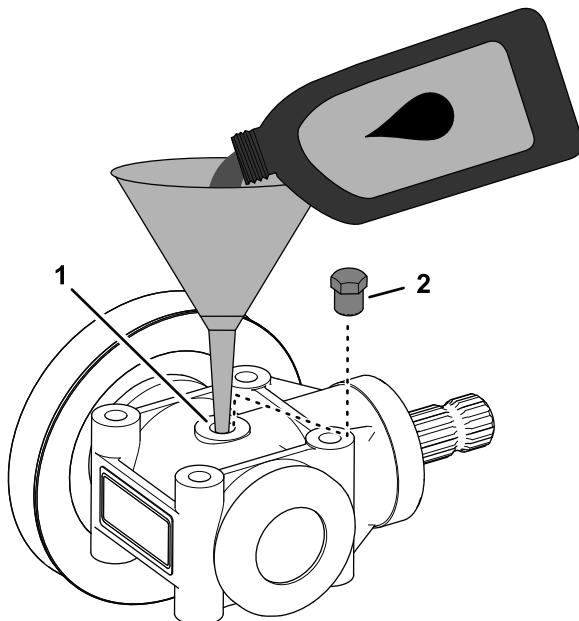

Figura 120
- Rode a caixa de velocidades para alinhar o orifício do tampão da armação para cima Figura 120
- velocidades através do orifício do tampão da armação (Figura 120).
- Coloque o tampão da armação no orifício do tampão da armação na caixa de velocidades da plataforma do cortador (Figura 120).